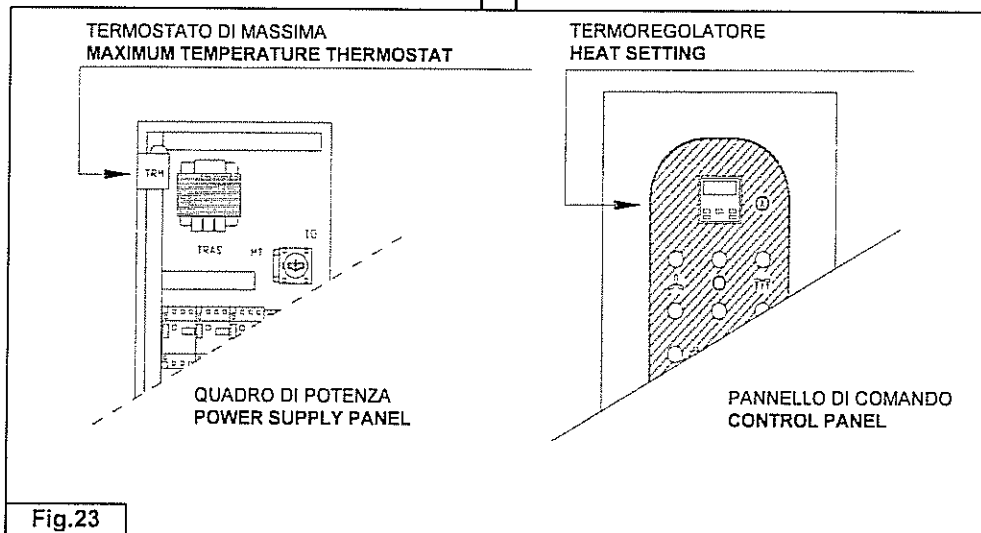

Fig.23
-Dopo aver acquisito la temperatura d'esercizio (MAX.300°C) da impostare sul termoregolatore del pannello comando (Fig.23), tarare il termostato di sicurezza posto nel quadro di potenza, ad un valore di 50°C superiore alla massima temperatura d'esercizio acquisita.
- After setting the operating temperature (MAX. 300°C) on the control panel with the heat adjustment setting (Fig. 23), calibrate the safety thermostat on the power supply panel at a value that is 50°C higher than the maximum operating temperature setting.